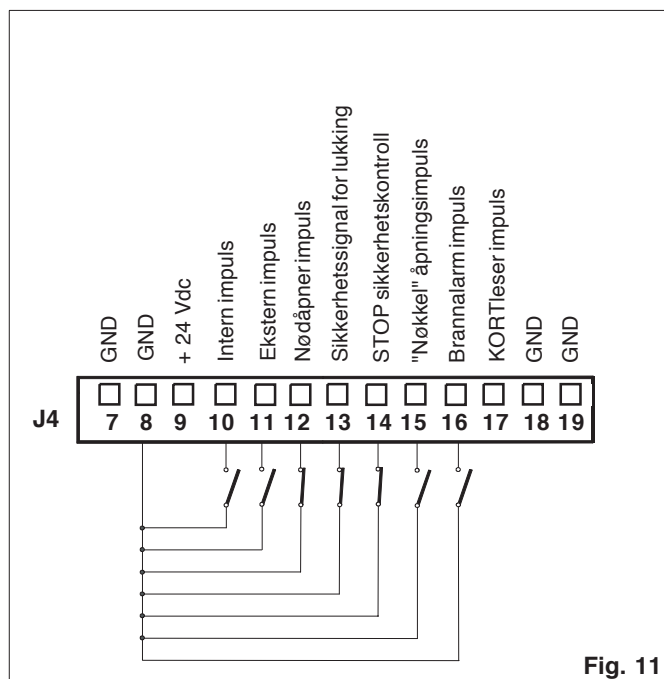

Fig. 11
- ⑤ **J4 Terminal** Elektrisk sluttstykke (Fig. 11, 12, 16).
**NATT:** Eksternkontrollen er ikke i funksjon. Døren kan bare åpnes ved impuls fra kontrollen (Fig. 11)